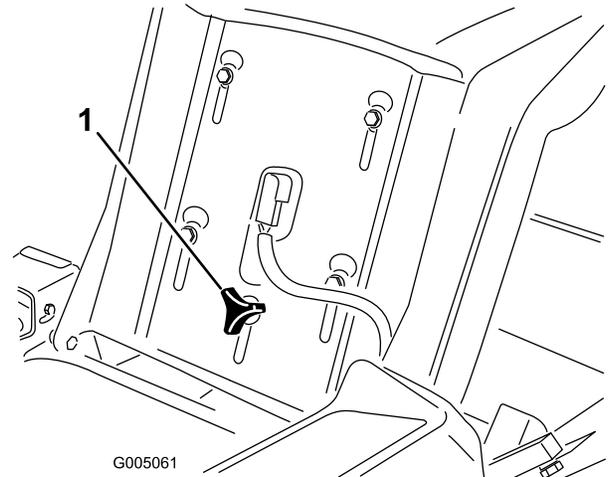

Bild 21
1. Klappen Sie den Sitz hoch und lösen Sie die Einstellhandräder etwas, um den Sitz zu bewegen (Bild 21).